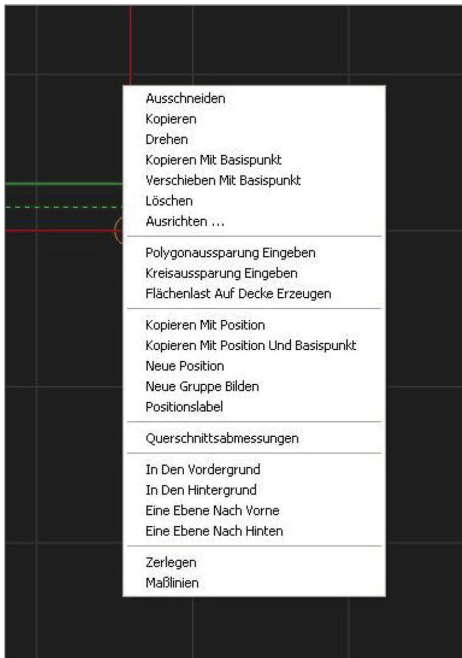

Bild 48: Kontextmenü für Bauteile
- > Aufruf des Menüs direkt am Objekt (s. Bild 48):